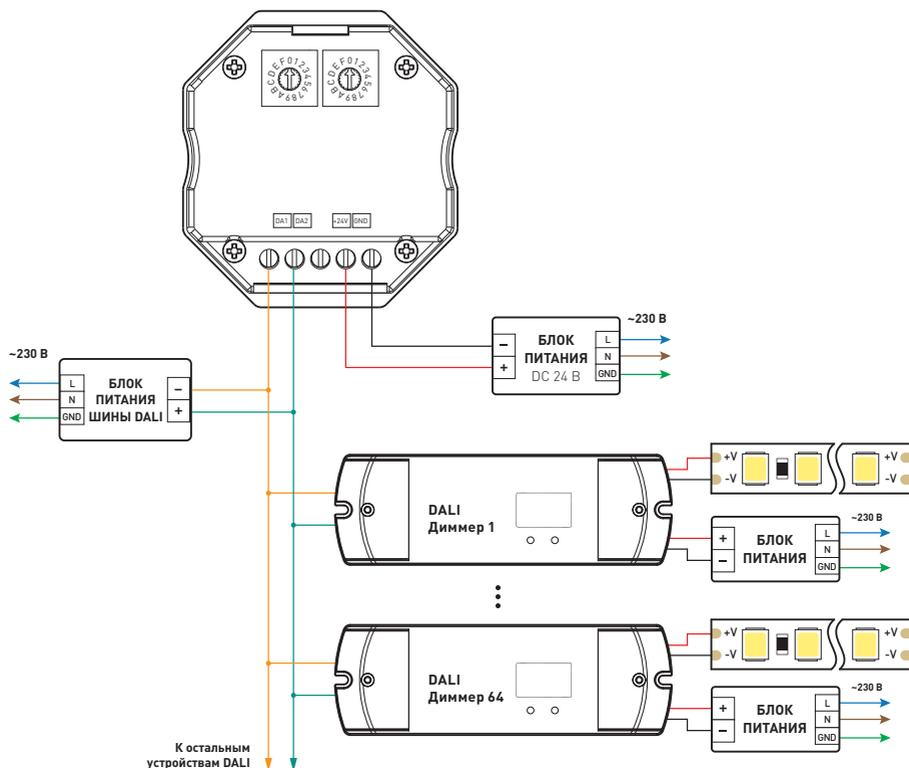

Рис. 2. Схема подключения светорегулятора
- 3.2. Подключите светорегулятор согласно схеме на рис. 2.